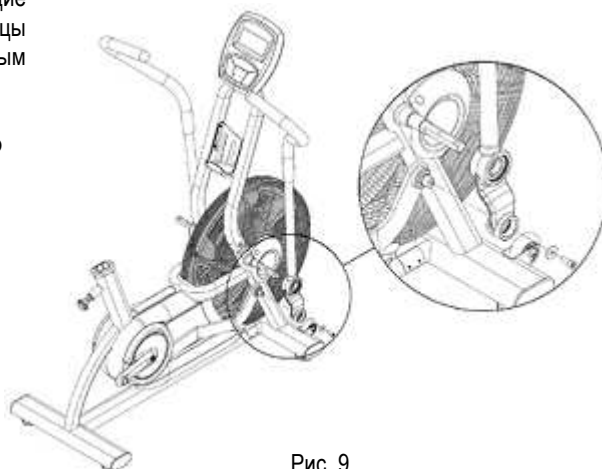

Рис. 9
9. Установите правую и левую ручки (Рис. 9) на соответствующие поворотные оси, находящиеся на основании тренажера, соединив концы ручек с каждым из соединений шатуна и закрепив их нетуго затянутым болтом с головкой с углублением под ключ и шайбой.